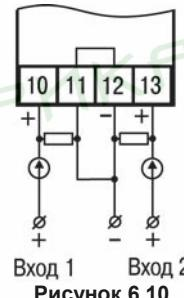

Рисунок 6.10
3. Для питания нормирующих преобразователей необходим дополнительный источник постоянного напряжения  $U_n$ . На рис. 6.10 показаны схемы подключения датчиков с унифицированным выходным сигналом  $4\ldots20$  мА к приборам по двухпроводной линии. Значение напряжения  $U_n$  указывается в технических характеристиках нормирующего преобразователя и, как правило, лежит в диапазоне  $18\ldots36$  В.